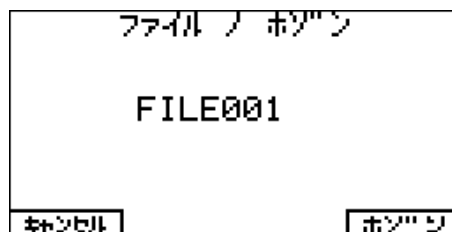

図 2.10.1-1 ファイルの保存画面
1. ファイル操作画面(図 2.10-1 参照)で、「ファイル ノ ホゾン」を選択し、FUNCTION キーを押します。ファイルの保存画面が表示されます。